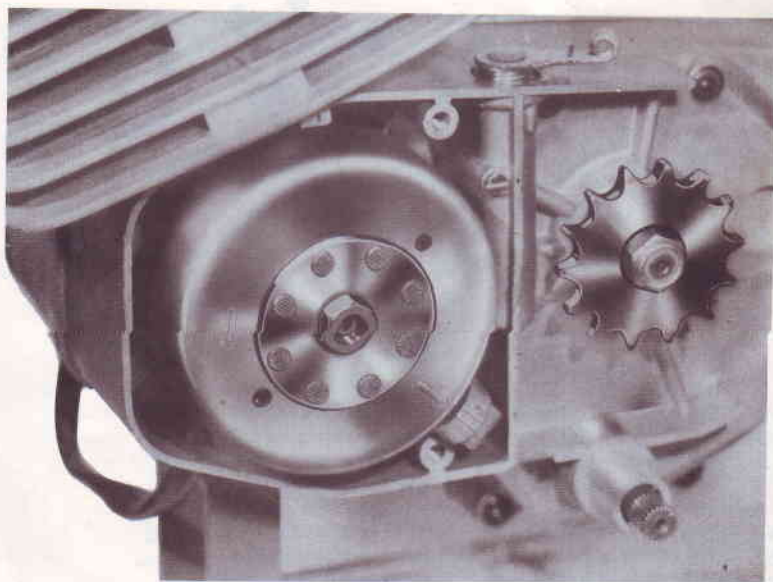

Fig. 44 - Remontage du volant magnétique
- Contrôler l'avance à l'allumage. (Fig. 3 - Page 3) et bloquer à fond l'écrou. (Fig. 44)